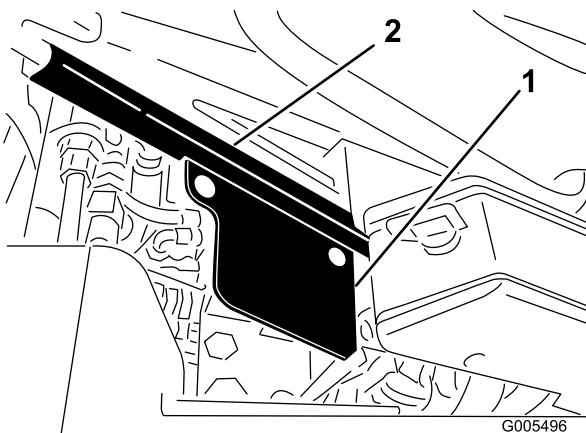

図 8
7. シート・ベースの右側にバルブ・シールドを取り付ける。キャリッジ・ボルト(5/16 x 5/8 in)とナットを使用。シールドは図8のように組み付ける。